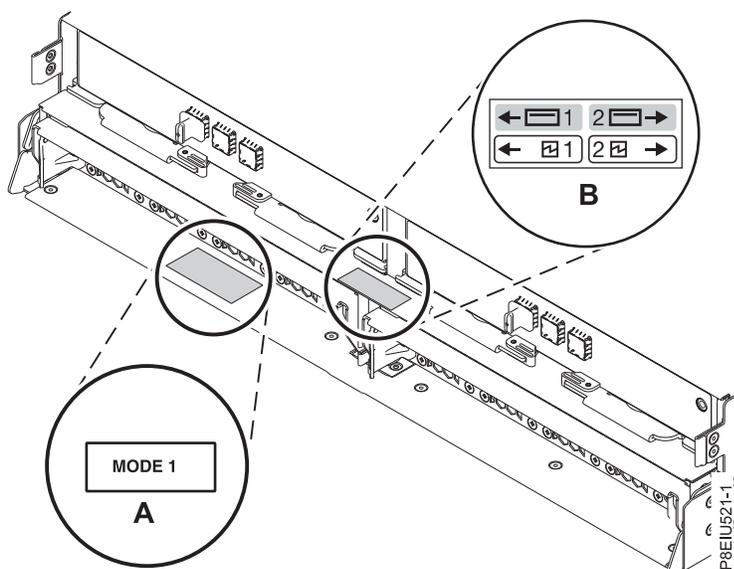

Figure 12. Emplacements des autocollants de mode à l'arrière de l'armoire de stockage 5147-024, ESLL ou ESLS
2. Confirmez le mode de configuration usine du boîtier à l'aide des informations imprimées sur les autocollants apposés à l'arrière du boîtier. Les autocollants sont apposés sur le panier inférieur gauche du châssis (A) et sur le support central situé entre les modules ESM (B). Ils indiquent si le boîtier est défini sur le mode 1, le mode 2 ou le mode 4. Pour plus d'informations, voir figure 12, à la page 13.